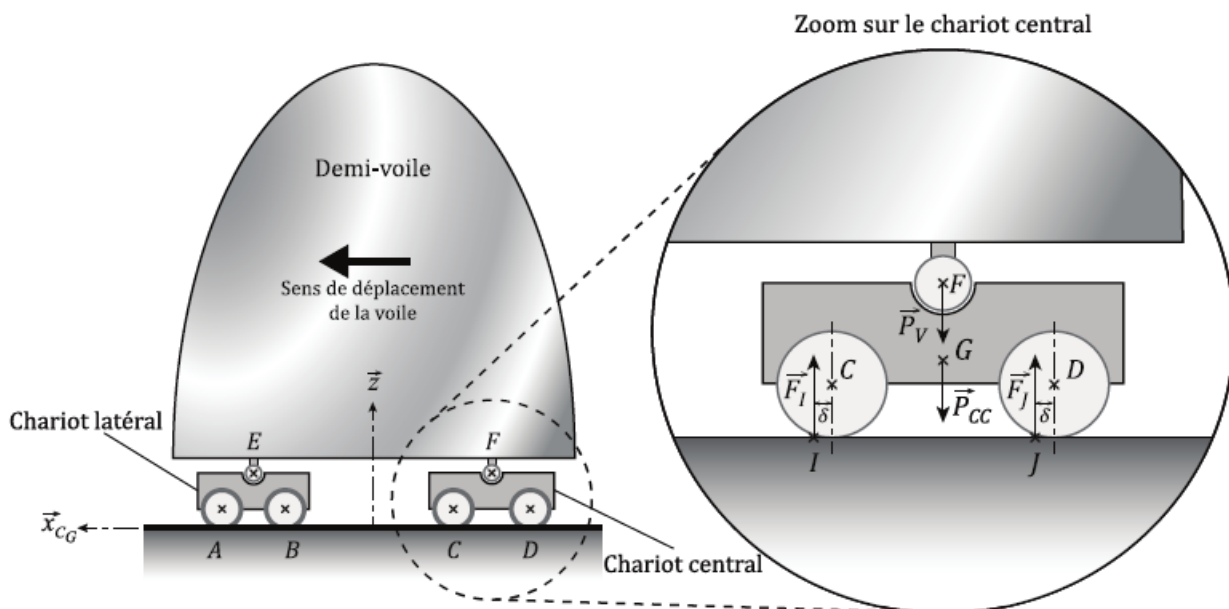

Figure 15 Paramétrage de la demi-voile et modélisation des actions appliquées sur le chariot
La figure 15 représente le paramétrage d'une demi-voile et du chariot central. Les galets de roulement roulant sur 2 rails parallèles, seuls les galets de roulement en contact avec un rail ont été représentés.
- Le problème sera considéré comme un problème plan ($\vec{x}_{C_G}, \vec{z}$). Seuls 2 galets de roulement par chariot seront considérés pour les calculs (figure 15).
- Afin de prendre en compte la résistance au roulement, les résultantes des actions mécaniques de contact entre le rail et les galets de roulement, sont décalées d'une distance δ , appelée coefficient de résistance au roulement, par rapport au point de contact (figure 15). Ces actions